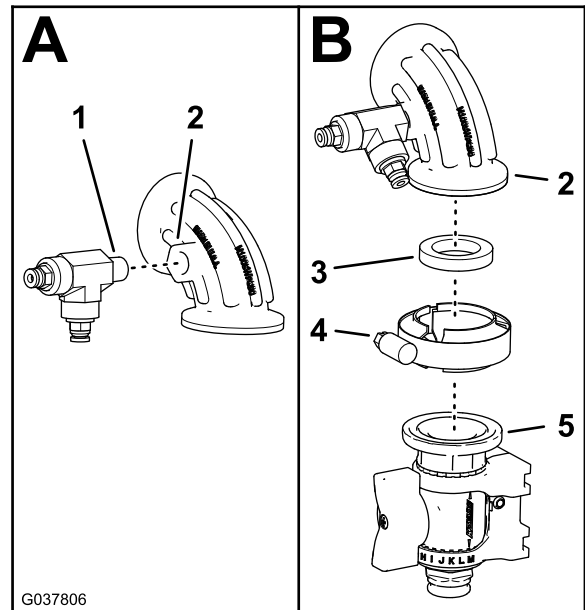

図 88
5. ステップ 4 水圧検知チューブと散布ホースを外すオプションのスプレーガンキットまたは電動ホースリールキットを搭載している車両 (ページ 9) で取り外したT字Fittingを、圧力ポート付き90°エルボに取り付ける (図 88)。
6. 90°エルボを、フランジ停止バルブに組み付ける 図 88 ガスケット25 x 35 mm、フランジクランプ40~64 mmを使用する。